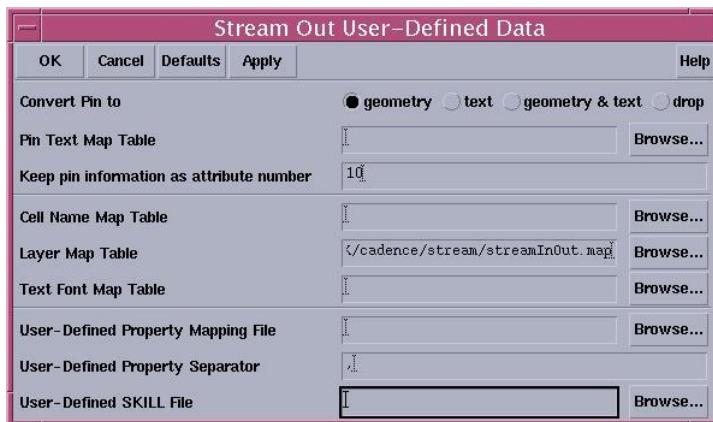

Рис. 8.2. Форма для задания пользовательских данных при трансляции.
- 7) Нажать кнопку “User-Defined Data”. В появившейся форме в поле “Layer Map Table” указать полный путь к файлу трансляции streamInOut.map (в случае, если он по каким-либо причинам не был установлен автоматически). Чтобы сохранить в GDSII-файл информацию о портах/выводах схемы (раздел “Connectivity” в свойствах портов/выводов) необходимо ввести в поле “Keep pin information as attribute number” значение “10” вместо “0”. После заполнения всех необходимых полей нажать кнопку “OK” (рис. 8.2).